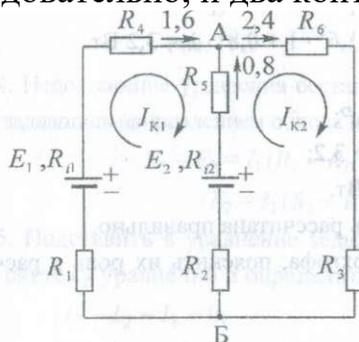

Рис. 12.1
1. Разбить цепь (рис. 12.1) на независимые контуры и в каждом из них задать направление расчетного контурного тока. В данной цепи два независимых контура, следовательно, и два контурных тока — I_{K1} и I_{K2} .